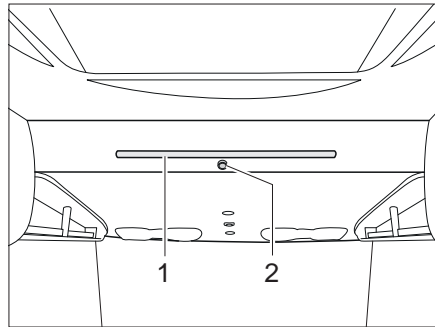

Bild 116 Hubbett manuell
- Den Verriegelungsknopf (Bild 116,2) ziehen, um das Hubbett zu entriegeln.
- Das Hubbett mit beiden Händen an der Griffstange (Bild 116,1) nach unten ziehen.
- Die Aufstiegsleiter mit den beiden Bügeln in die Griffstange (Bild 116,1) am Hubbett einhängen.